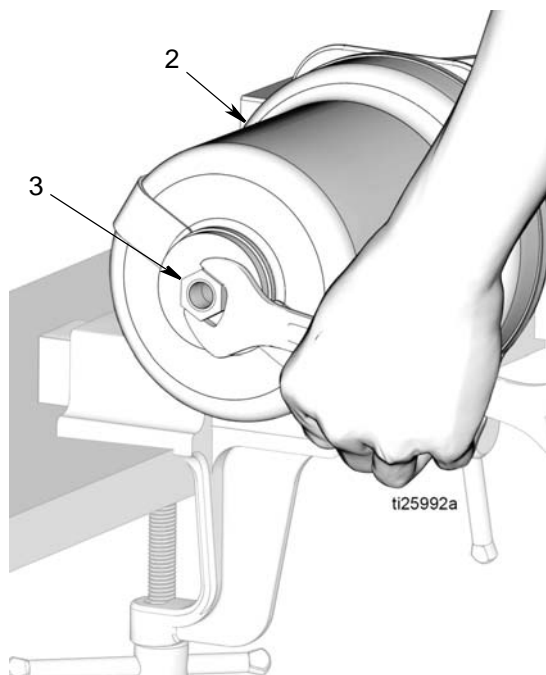

FIG. 54
- e. Avvitare il dado di fermo del pistone (3) nella parte superiore del cilindro pneumatico (2), come mostrato in FIG. 54. Serrare il dado utilizzando una chiave. Serrare il dado a una coppia da 20,3 a 23,1 N•m (15 - 17 ft. lbs).